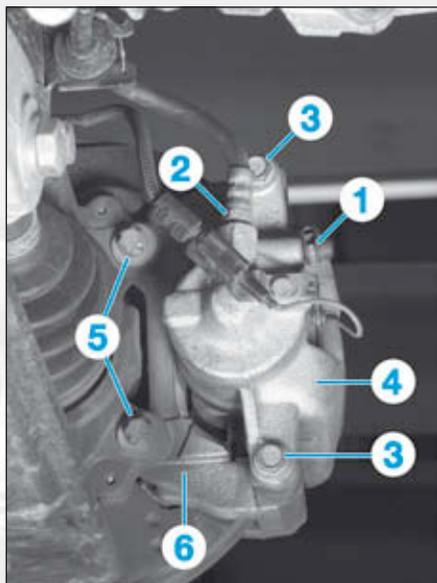

FIG.6
- Brancher un tuyau plongé dans un bac de récupération, sur la vis de purge (1) (Fig.6).
- Débloquer le raccord (2) du flexible de frein.
- Déposer les vis (3) de colonnette,
- Retirer l'étrier (4).
- Dévisser le raccord (2) de l'étrier.